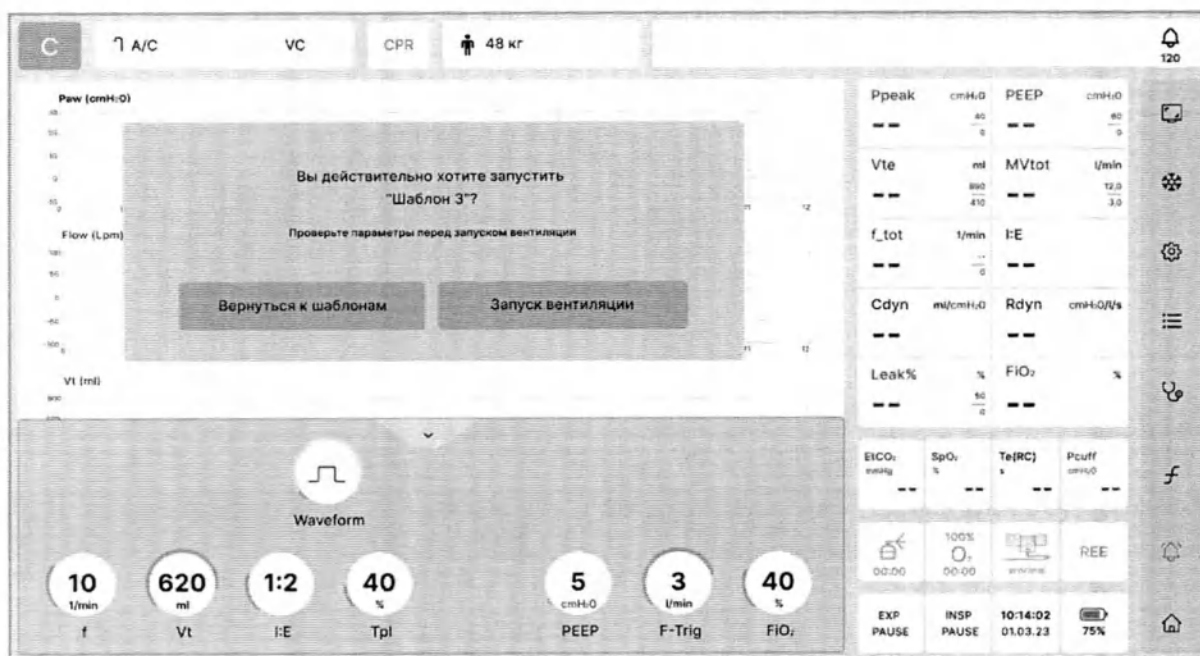

Рисунок 6.8 – Проверка параметров шаблона вентиляции
- 2 Нажмите на строку с нужным шаблоном вентиляции. Аппарат предложит проверить и подтвердить режим и параметры вентиляции (см. рисунок 6.8).